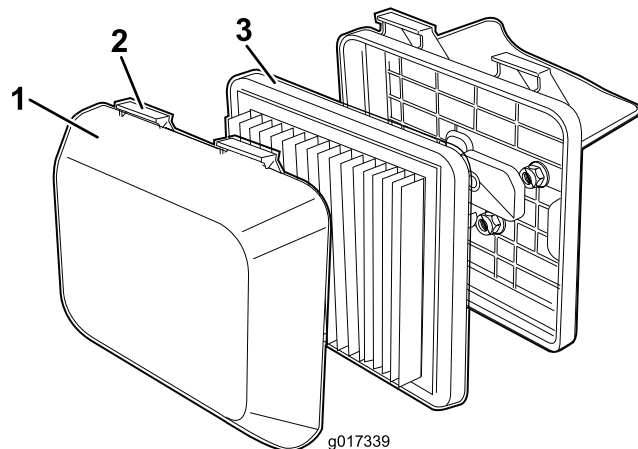

Figure 20
1. Appuyez sur les languettes de verrouillage en haut du couvercle du filtre à air (Figure 20).
3. Retirez le filtre (Figure 20).